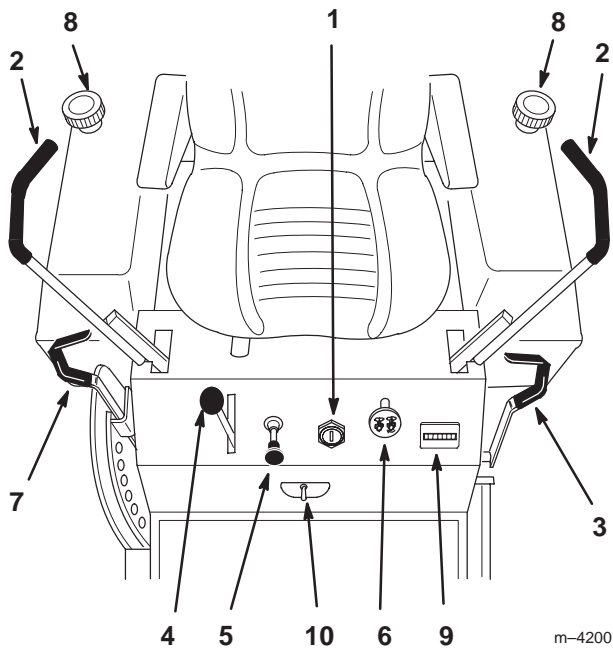

Figure 7
Avant de mettre le moteur en marche et d'utiliser la machine, familiarisez-vous avec toutes les commandes (Fig. 7).
1. Mettez les leviers de commande de déplacement (Fig. 7) en position de verrouillage du point mort.